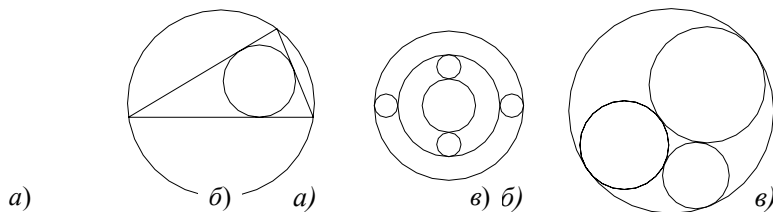

Рис. 4
*Упражнение:* построить окружности, вписанную и описанную около треугольника с использованием объектных привязок (рис. 4, а).
*Упражнение:* с использованием объектных привязок нарисовать фигуру, представленную на рис. 4, б, в.